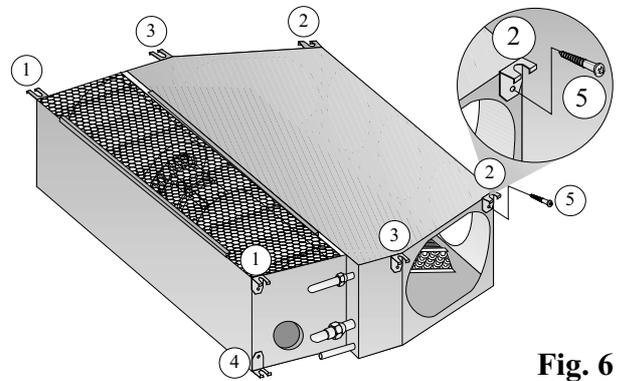

Fig. 6
- Coloque los cuatro ganchos de montaje, y marque la ubicación de las anclas sujetadoras ④ (Recomendamos usar el patrón suministrado en el paquete). Ver Fig. 6.
2. Marque 4 posiciones de montaje en el techo de acuerdo a la Fig. 6. Use el patrón suministrado con la unidad. Adjunte los conectores ① y ② (ver Fig. 6) a los 4 puntos marcados en el techo. En el caso de que no sea posible usar conectores ② a cambio se pueden usar conectores ③. No use los conectores ① a cambio de los conectores ③.
- Sujete los cuatro tornillos ⑤ (ver Fig. 6), con el fin de apretar los ganchos de instalación a la unidad.
Nota! La parrilla de entrada de aire está colocada en la parte posterior de la unidad. Si es necesario y posible, de acuerdo a la ubicación de la instalación, es fácil cambiar la posición de la entrada de la parrilla a la parte superior (ver Fig. 6) o a la parte inferior de la unidad.